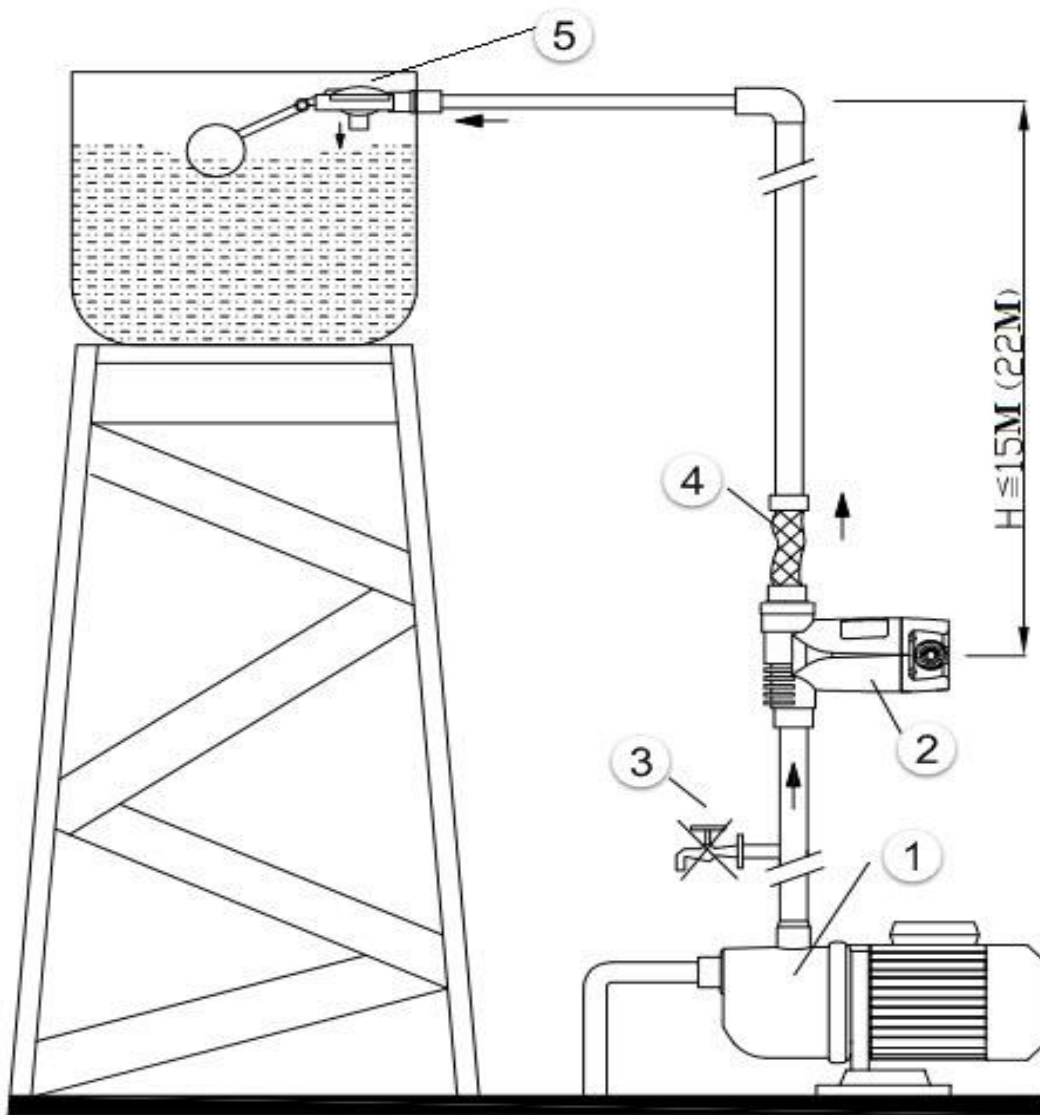

Рисунок 1.
3. Насосную автоматику можно устанавливать, как непосредственно на самом насосе, так и в любом месте системы водоснабжения после насоса до первой точки разбора воды (см. рисунок 1 ниже). Направление движения потока воды должно быть вертикальным, в одну линию с автоматикой и насосом. Подсоединяйте автоматику к выходному трубопроводу только посредством гибкого шланга. Не оставляйте посторонние предметы или остатки герметизирующего клея внутри автоматики. Устанавливайте автоматику в строго вертикальном положении. Расстояние от автоматики до первой точки разбора воды должно быть от 15м до 22м. При использовании автоматики для заполнения резервуара, на конце выходного трубопровода установите шариковый поплавковый клапан (5) (см. рисунок 1 ниже). Проверьте герметичность всех соединений. Если Вы используете насос с максимальным давлением более 10 бар, установите перед насосной автоматикой редуктор давления с перепускным клапаном!